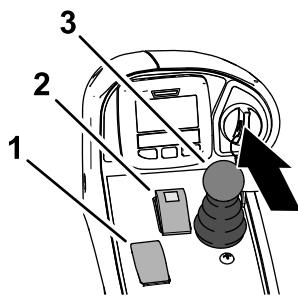

Bild 44
- Achten Sie darauf, dass der Zapfwellenschalter in der AUSGEKUPPELT-Stellung ist (Bild 44).